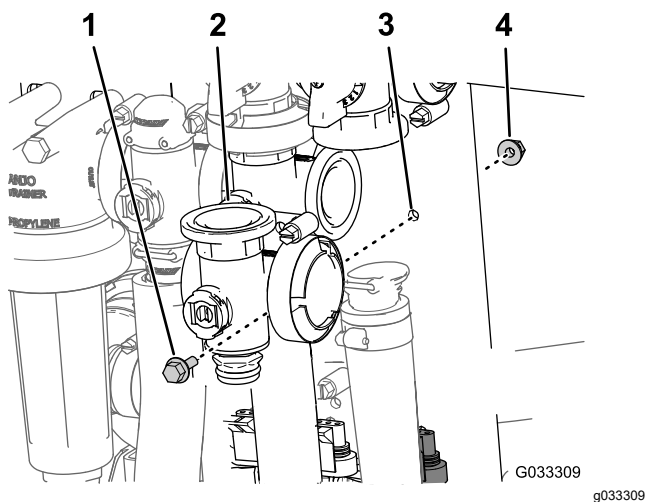

Figura 72
3. Retire el perno con arandela prensada y la contratuerca con arandela prensada que sujetan la válvula maestra al soporte de la válvula, y retire el distribuidor de la válvula de la máquina (Figura 72).